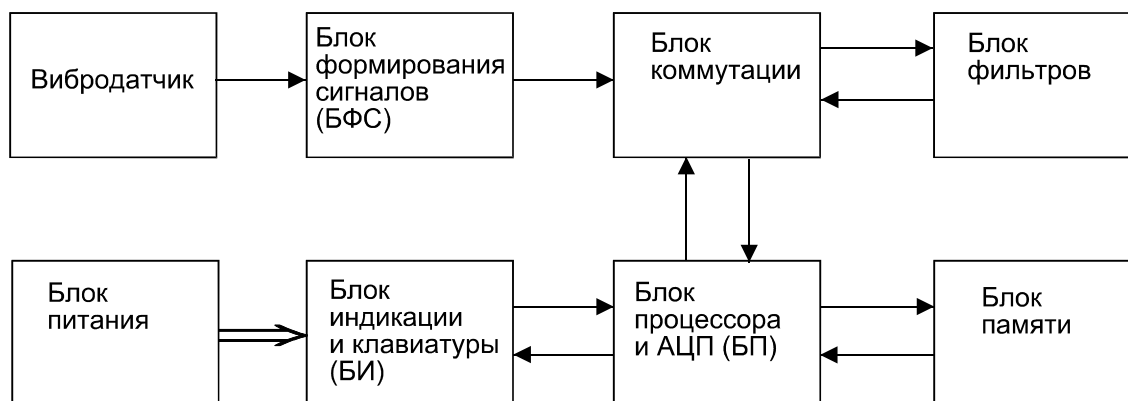

Рис. 3 Блок-схема соединений прибора.
1.4.4.1. "ВИК-ПЗ" состоит из следующих блоков (рис.3):